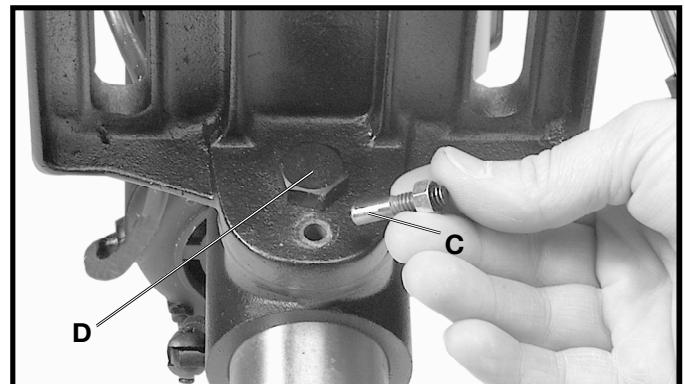

Fig. 23
3. Retirer la goupille d'alignement de la table (C, fig.) et incliner la table à droite ou à gauche. 22. **REMARQUE :** s'il est difficile de retirer la goupille(C), tourner l'écrou (E) en sens horaire pour retirer la goupille du boîtier.
4. La figure 23 illustre l'outil sans la goupille d'alignement de la table (C). Desserrer le boulon de blocage (D) de la table, incliner la table à l'angle souhaité et resserrer le boulon (D). Remettre la goupille d'alignement (C) de la table lorsque la table retourne en position horizontale (à niveau) Ainsi, la surface de la table sera perpendiculaire à la broche.